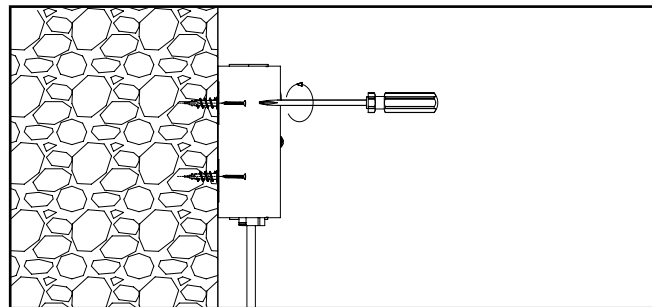

Figure 8.
- Branchez l'alimentation électrique à la structure du bâtiment. Voir la figure 8.